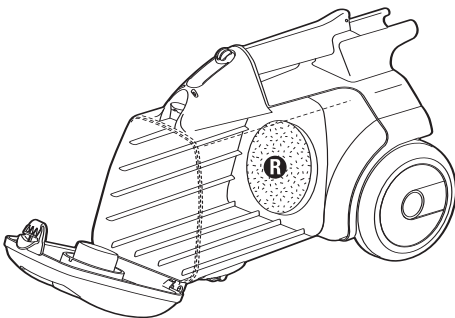

FIG. 15
Step 2: Grasp filter **R** and pull out to remove (Fig. 15).
Étape 2 : Saisissez le filtre ❷ et tirez-le pour l'extraire (Fig. 15).
Paso 2: Tome el filtro ❷ y jale hacia afuera para retirarlo (Fig. 15).